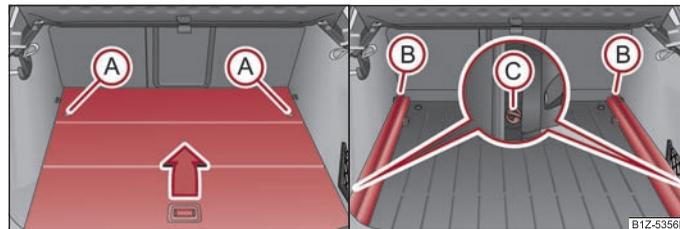

Fig. 75 Coffre à bagages: Dépose du plancher de chargement variable / Dépose des glissières de support
- Déverrouillez le plancher de chargement variable en faisant tourner les oeilletons de fixation ① de 90° env. vers la gauche ⇒ fig. 75.
- Déverrouillez les glissières de support ② en faisant tourner les oeilletons de fixation en place ③ de 90° env. vers la droite.